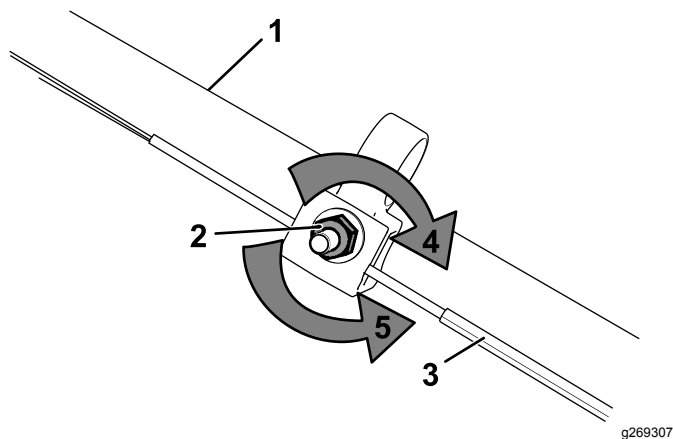

Рисунок 28
1. Поверните регулировочную гайку против часовой стрелки, чтобы ослабить натяжение троса (Рисунок 28).
2. Отрегулируйте натяжение троса (Рисунок 28), потянув его назад или вперед, затем удерживайте в этом положении.